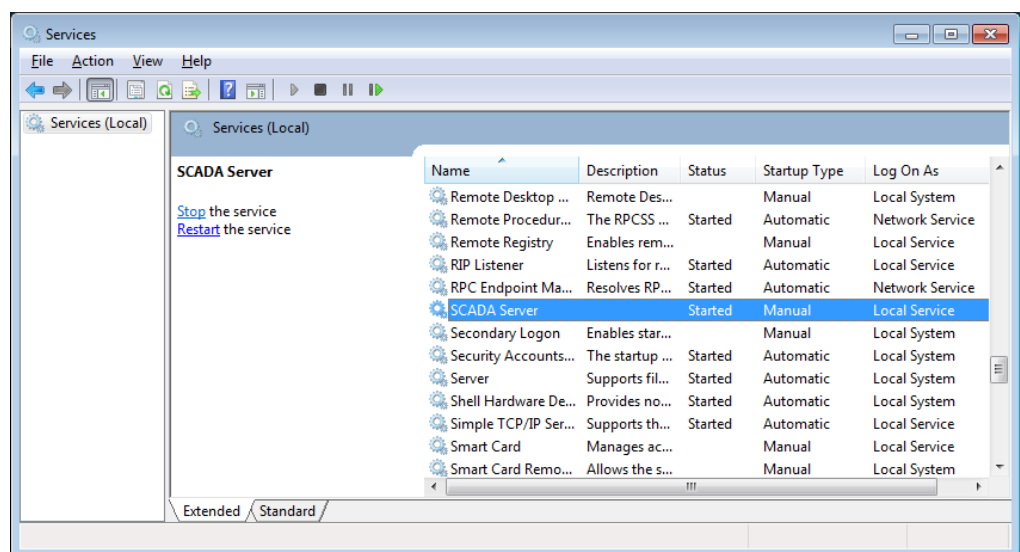

Abbildung 13: SCADA-Server
- o Öffnen Sie die Managementkonsole „services.msc“, siehe Abbildung 13, indem Sie